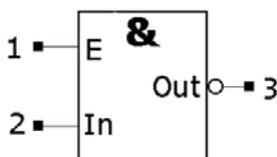
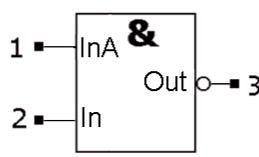

Рис. 7
Рис. 8
1. Командой Symbol > Save to File As сохранить символ на диске под именем 2AND-NOT. Поменять местами выходы E и In (рис.7), после чего щелкнуть LB и, затем, – RB в центре вывода E. В меню выбрать строку Properties и далее в меню Pin Properties установить поле: DefaultPinName = InA и щелкнуть LB на кнопке OK – рис. 8.